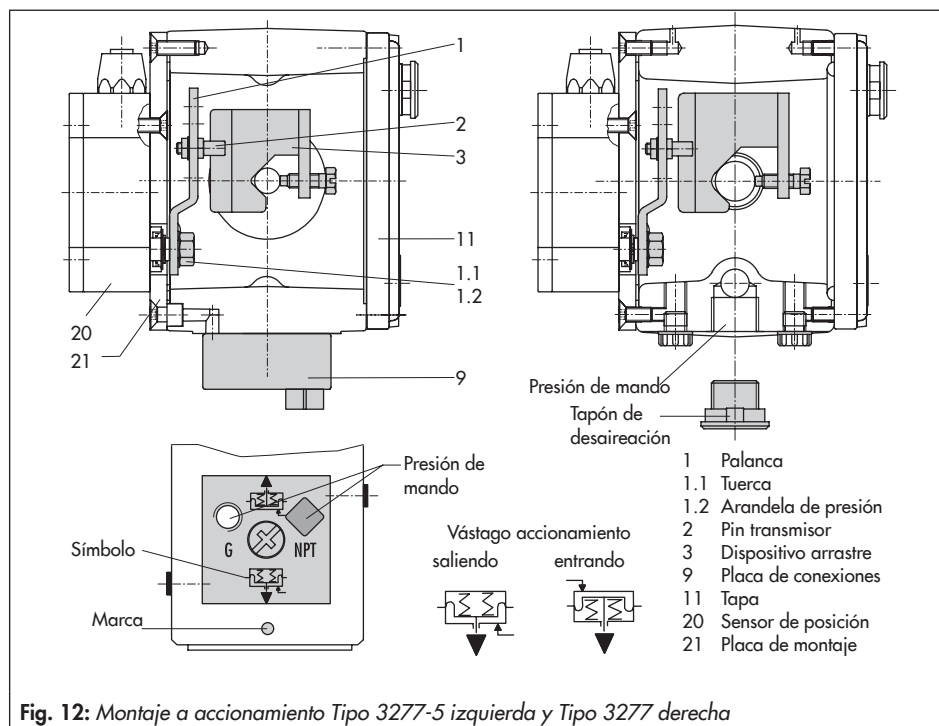

Fig. 12: Montaje a accionamiento Tipo 3277-5 izquierda y Tipo 3277 derecha
Accionamiento Tipo 3277-5 de 120 cm² (fig. 12)
La presión de mando del posicionador se conduce a la cámara de la membrana del accionamiento a través de la conexión de la presión de mando de la placa de conexiones (9, fig. 12 izq.). Para ello, atornillar primero la placa de conexiones (9) de los accesorios al puente del accionamiento.
- Girar la placa de conexiones (9) de forma que la marca indique el símbolo que corresponda con la posición de seguridad "vástago saliendo" o "vástago entrando" (fig. 12 abajo).
- Asegurar que la junta plana de la placa de conexiones (9) quede bien colocada.